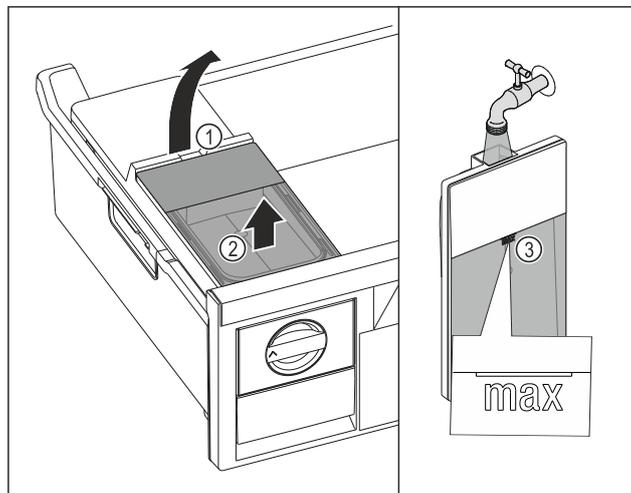

Fig. 39
- ▶ Soulever le réservoir d'eau par l'encoche Fig. 39 (1).
- ▶ Retirer le réservoir d'eau par le haut. Fig. 39 (2)
- ▶ Remplir le réservoir d'eau potable jusqu'au repère Fig. 39 (3).